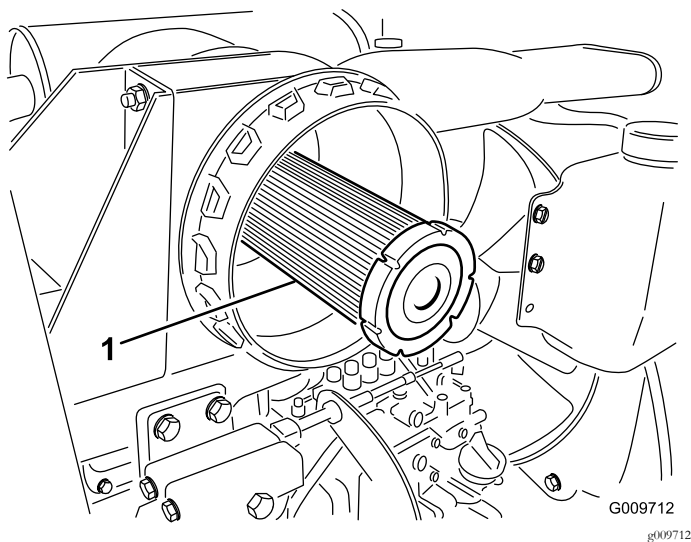

Figure 40
**Important:** N'essayez jamais de nettoyer l'élément de sécurité (Figure 40). Remplacez l'élément filtrant de sécurité une fois sur trois, quand vous effectuez l'entretien du préfiltre.